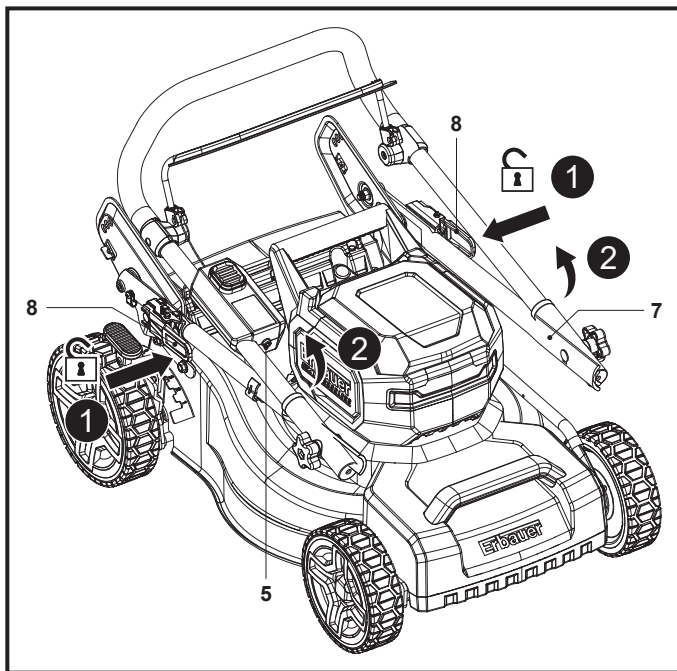

Fig. 1
1. Appuyer sur les deux leviers de verrouillage (8) et les désengager des deux côtés du guidon inférieur (7) (Fig. 1, étape 1).
2. Maintenir les deux leviers de verrouillage (8) et relever le guidon dans le sens inverse des aiguilles d'une montre pour qu'il quitte sa position de verrouillage (Fig. 1, étape 2). S'assurer que le cordon de commande (5) passe sur le guidon inférieur (7).